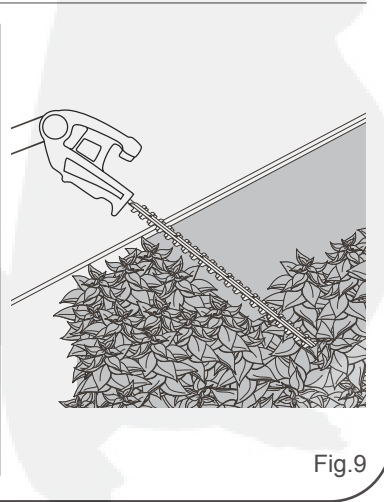

Fig.9
- Kürzen Sie zuerst die Oberseite der Hecke. Neigen Sie das Werkzeug ein wenig (max. 15° im Verhältnis zur Schnittlinie), sodass die Messerspitzen etwas zur Hecke weisen (Abb. 9). So schneiden die Messer besser. Halten Sie das Werkzeug im gewünschten Winkel und bewegen Sie es gleichmäßig entlang der Schnittlinie. Da die Messer an beiden Seiten schneiden, können Sie in beide Richtungen schneiden.